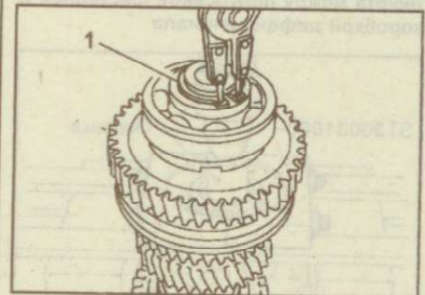

Рис. 9.121. Установка стопорного кольца (1)
28. Установите стопорное кольцо (рис. 9.121).